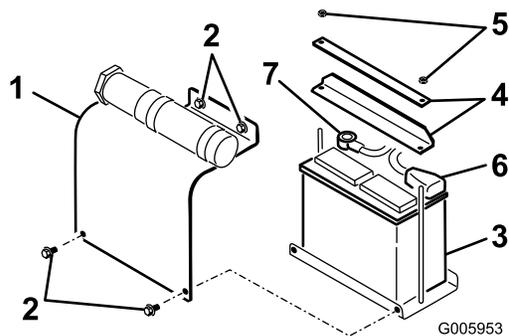

Рисунок 35
2. Снимите крышку аккумулятора (Рисунок 35).
1. Снимите барашковые гайки и планки крепления аккумуляторной батареи (Рисунок 35).
2. Отсоедините отрицательный (черный) кабель от отрицательной (-) клеммы аккумуляторной батареи (Рисунок 35).
3. Отсоедините положительный (красный) кабель от положительной (+) клеммы аккумулятора (Рисунок 35).
1. Установите аккумулятор на площадку (Рисунок 35).
2. Прикрепите аккумулятор к площадке снятыми ранее планками и гайками (Рисунок 35).
(Рисунок 35). Наденьте на штырь батареи резиновую крышку.
4. Подсоедините отрицательный (черный) кабель к отрицательной (-) клемме аккумулятора (Рисунок 35).
5. Установите крышку аккумулятора (Рисунок 35).